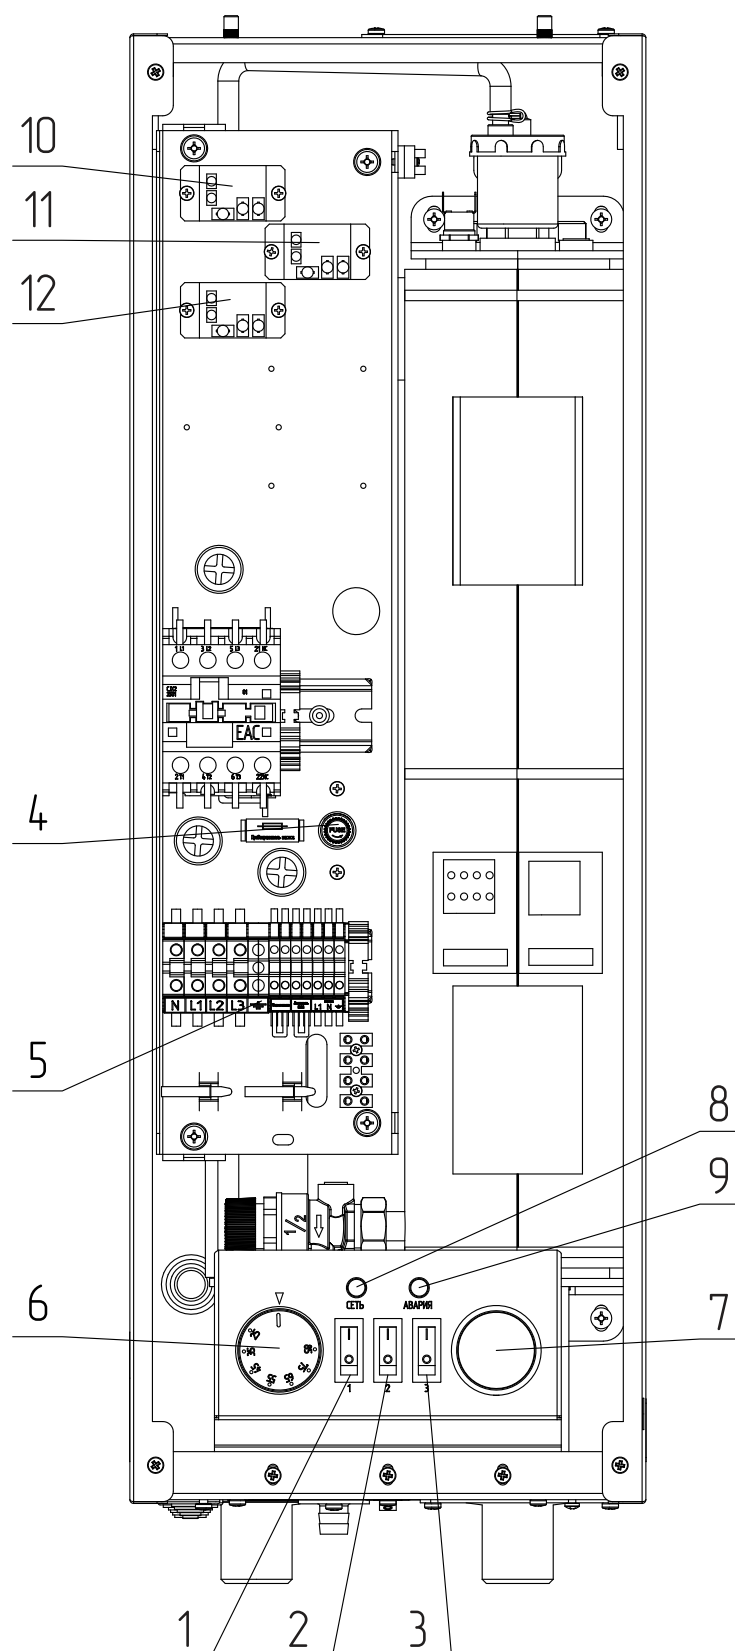
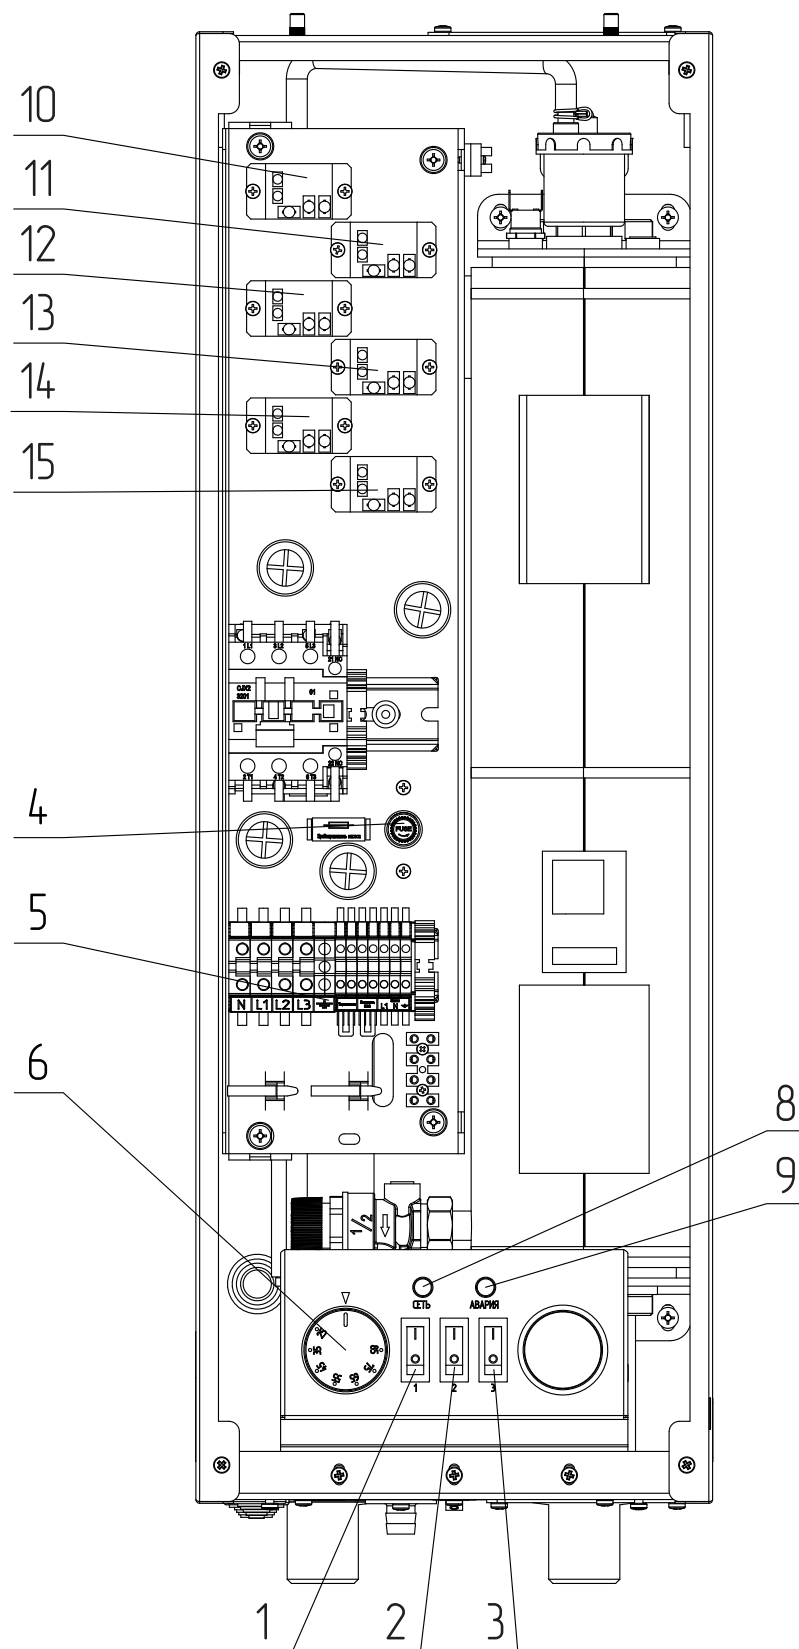

Рис.2 Органы управления котла 6-9 кВт
Рис.3 Органы управления котла 12-15 кВт
- Установите необходимую температуру теплоносителя на (**Рис.2, поз.6, Рис.3, поз.6**);
- Включите требуемое количество ступеней мощности в положение включено (I) (**Рис.2, поз.1, Рис.2, поз.3**);